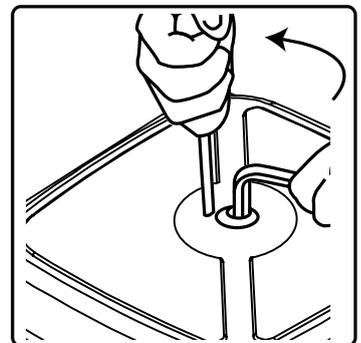
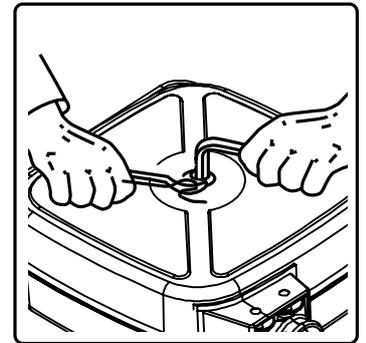

fig. 4f
fig. 5f
7. Connect a new hose to the drum, inserting it through the rollers support (fig 4f and 5f). Mount the hose stop at the desired distance from the end.
7. Conecte una manguera nueva al tambor colocándola a través del soporte de los rodillos (fig 4f y fig 5f, según versiones). Monte el tope de manguera a la distancia deseada con respecto al final de la manguera.
7. Brancher le nouveau flexible au tambour en le passant à travers le support des galets (voir figure 4f et figure 5f). Monter la butée d'arrêt du flexible à la distance souhaitée par rapport à l'extrême du flexible.
7. Neuen Schlauch mit der Trommel verbinden und durch die Halterungen führen (Bild 4f und 5f). Den Schlauchstopper im gewünschten Abstand zum Schlauch-ende montieren.